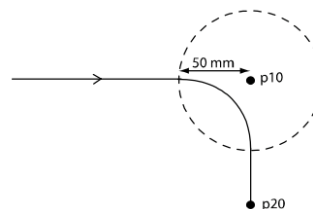

Figura 3. Parámetro zone. Fuente: Manual del operador - Introducción a RAPID de ABB.
- **Zone**. Especifica una zona de esquina definida por una constante del tipo de dato *zonedata*. Existen muchos valores predefinidos como, por ejemplo, *fine* (el manipulador se sitúa en la posición especificada de forma exacta), *z5* (pasará a menos de 5mm del punto especificado, ver Figura 3), *z10* (pasará a menos de 10mm), ...